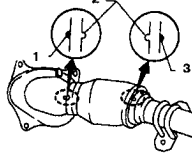

Рис. 10.43 Установка чехла Универсального шарнира – вырез должен быть совмещен с выступом (См. Раздел 16)
11. Установите чехол Универсального шарнира, как показано на Рис. 10.43, и за-